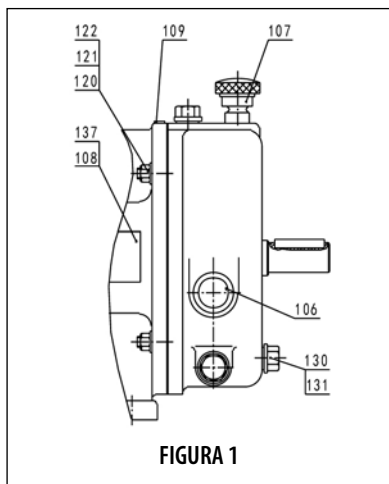

FIGURA 1
Ver Figura 1. Desensrosque el tapón de drenaje (130), afloje el filtro de aire (107) y drene el aceite lubricante de la caja de engranajes (04). Recoja el aceite lubricante en un recipiente adecuado. Levante la caja de engranajes (04) después de que se hayan removido las tuercas de fijación (121).